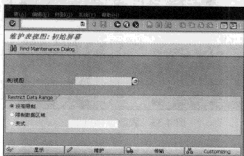

图 4-55 “维护表视图”操作界面
STEP 1 在命令栏输入 SM30 命令,进入“维护表视图”操作界面,如图 4-55 所示。